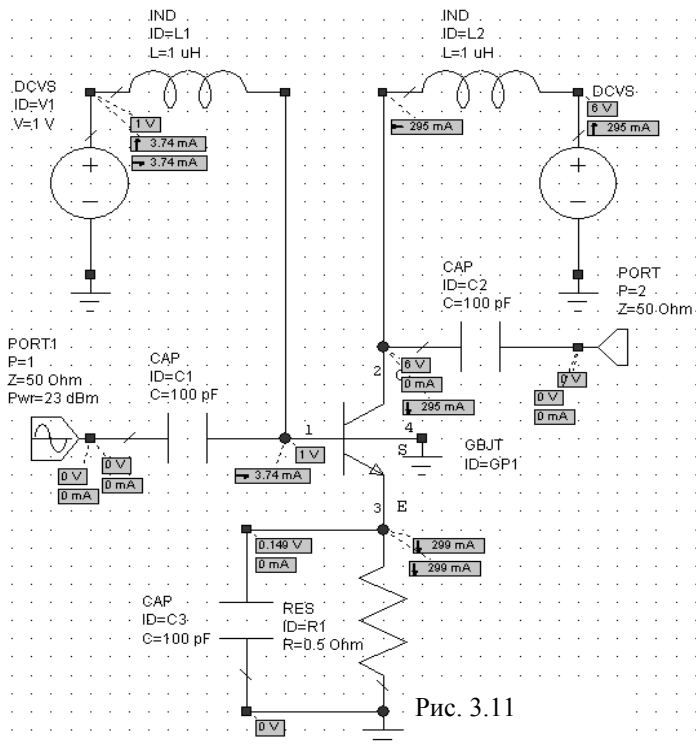

Рис. 3.11
1. Дважды щёлкните левой кнопкой мышки по группе **Ports** в окне просмотра элементов, чтобы развернуть её. Щёлкните левой кнопкой мышки по подгруппе **Harmonic Balance** в группе **Ports**. Доступные модели портов отображаются в нижней части левого окна. Нажмите левой кнопкой мышки на модель **PORT1** и, не отпуская кнопки мышки, перетащите её в окно схемы. Отпустите кнопку мышки, подключите элемент к левой клемме элемента **CAP ID=C1**, как показано на рис. 3.11, и щёлкните левой кнопкой мышки, чтобы зафиксировать порт.
3. Щёлкните левой кнопкой мышки по значку **PORT** на панели инструментов. Двигайте курсор в окно схемы, щёлкните правой кнопкой мышки два раза, чтобы повернуть порт, подключите его к правой клемме выходного конденсатора **CAP ID=C2**, как показано на рис. 3.11, и щёлкните левой кнопкой мышки, чтобы зафиксировать порт.